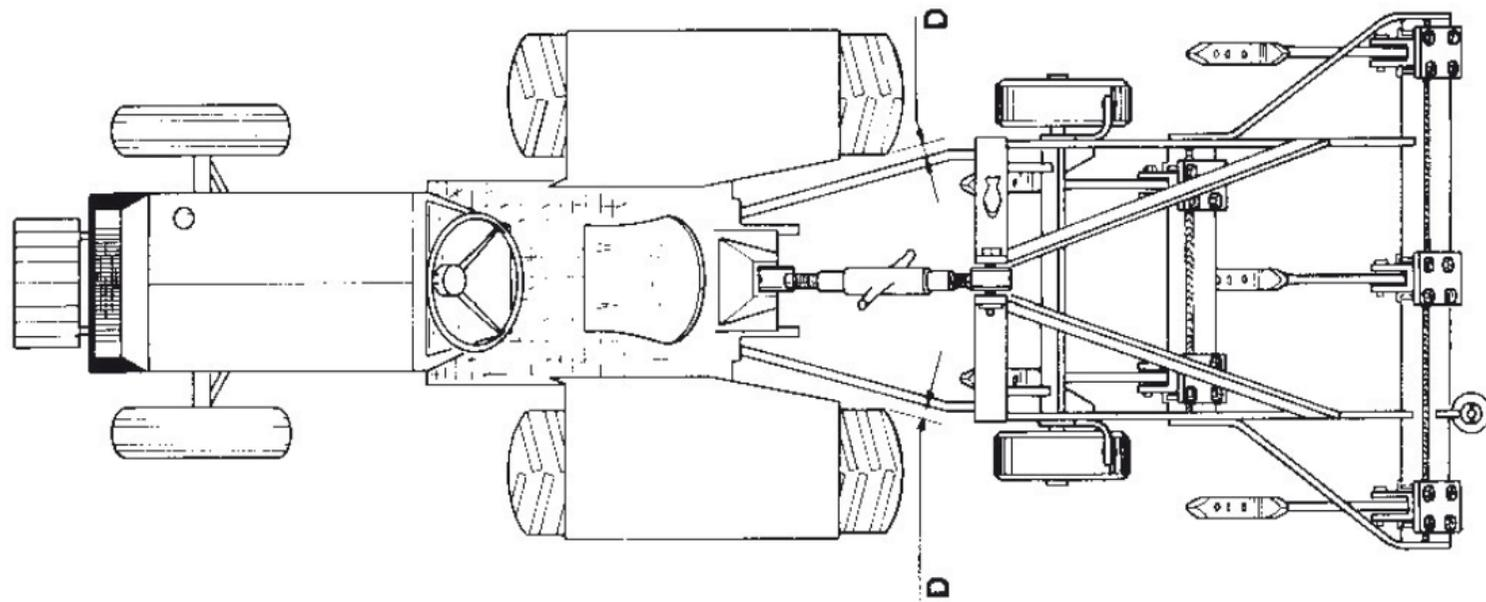

FIGURA 9
- 01 - Alinear el enganche superior del subsolador con el 3º punto del tractor; verificando si las distancias "D" de los brazos inferiores del hidráulico son iguales en relación a las llantas del tractor conforme figura 9. Los brazos inferiores deben estar nivelados uno con el otro.